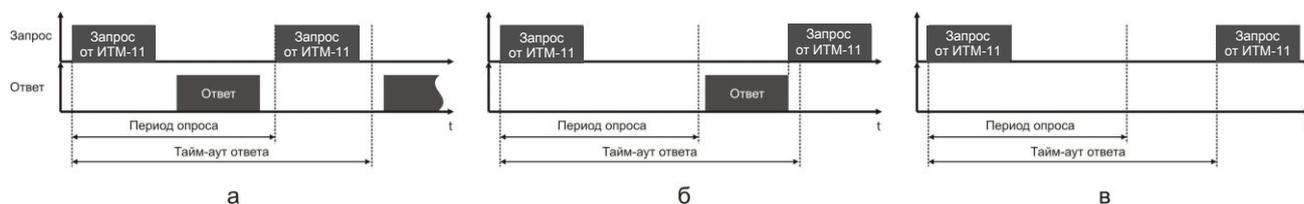

Рисунок 7.3- Временные диаграммы приема-передачи данных ИМТ-11(В) в режиме MASTER
- В *параметрах 05, 06* задаются период опроса и тайм-аут ответа соответственно. Период опроса задается в пределах 10-10000мс. При нормальной работе за время этого периода прибор должен успеть передать запрос и принять ответ (рис.7.3.а). По истечении времени периода идет следующий запрос. Таким образом, каждый период ИТМ-11(В) будет получать данные от запрашиваемого индикатора. Если же за время периода опроса ответ не приходит, посылка следующего запроса ожидается до истечения времени тайм-аута ответа. Если ответ придет до окончания тайм-аута, то сразу после его получения будет отправлен следующий запрос (рис.7.3.б). Если ответа не будет до окончания таймаута, тогда будет следующий запрос (7.3.в), и при этом светодиод ИНТ будет гореть до момента получения ответа. После пяти тайм-аутов с неполученным ответом на дисплее будет выведено сообщение об ошибке: